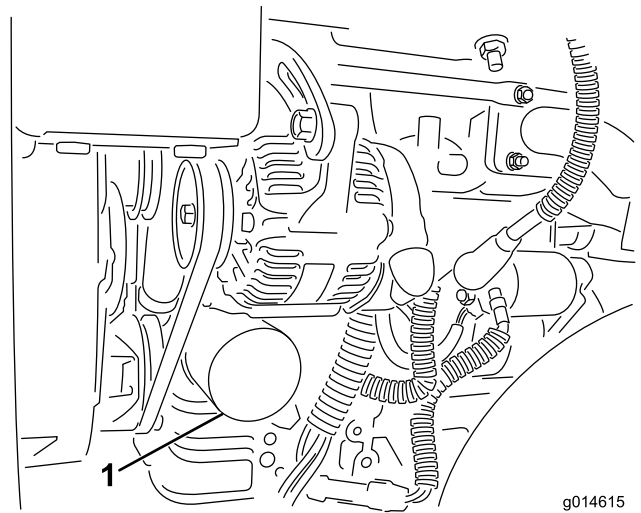

Figura 48
2. Retire el filtro de aceite (Figura 48). Aplique una capa ligera de aceite limpio a la junta del filtro nuevo.